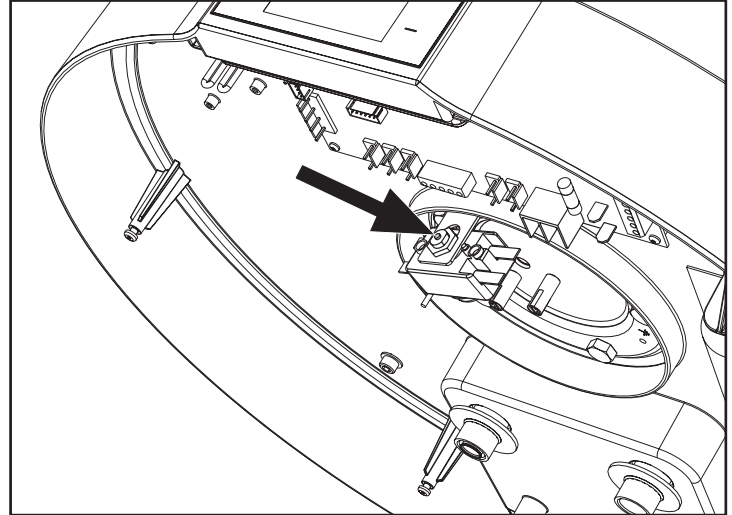

fig. 41 - Restabelecimento do termóstato de segurança
- Restabeleça manualmente o termóstato de segurança que interveio (fig. 41). Em caso de intervenção, o perno central do termóstato sobressai em cerca de 2 mm.